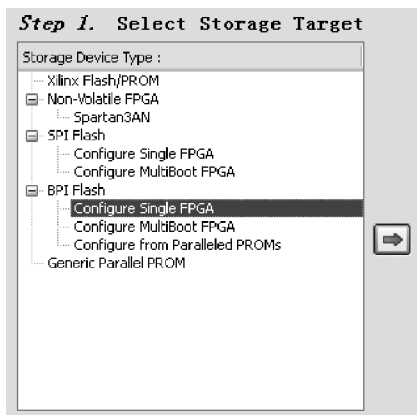

图 3.79 生成 BPI Flash 文件第一步操作
(6) 如图 3.79 所示,在 Step 1. Select Storage Target(步骤一. 选择存储目标)面板窗口下,找到并展开 BPI Flash 选项。